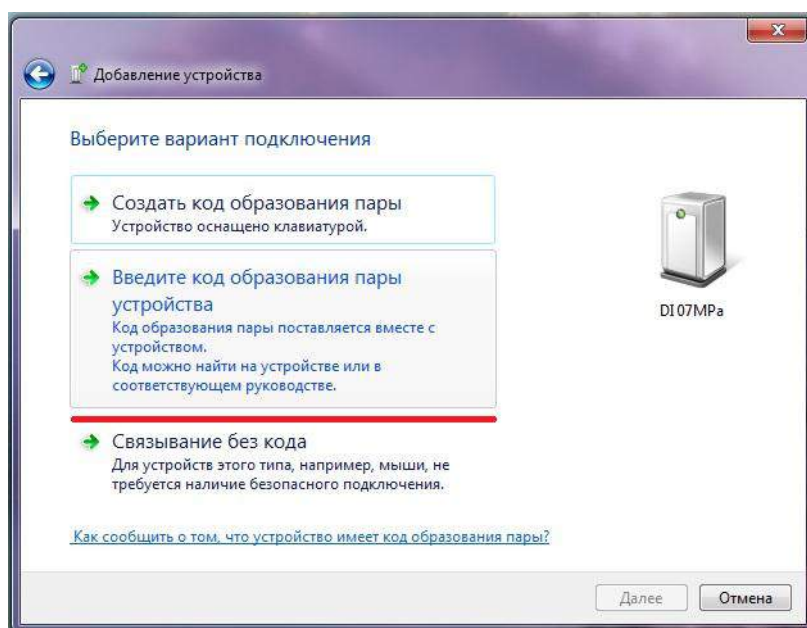

Рисунок 2.56
4) выбрать вариант подключения через ввод кода образования пары и нажать кнопку «Далее» (рисунок 2.56);